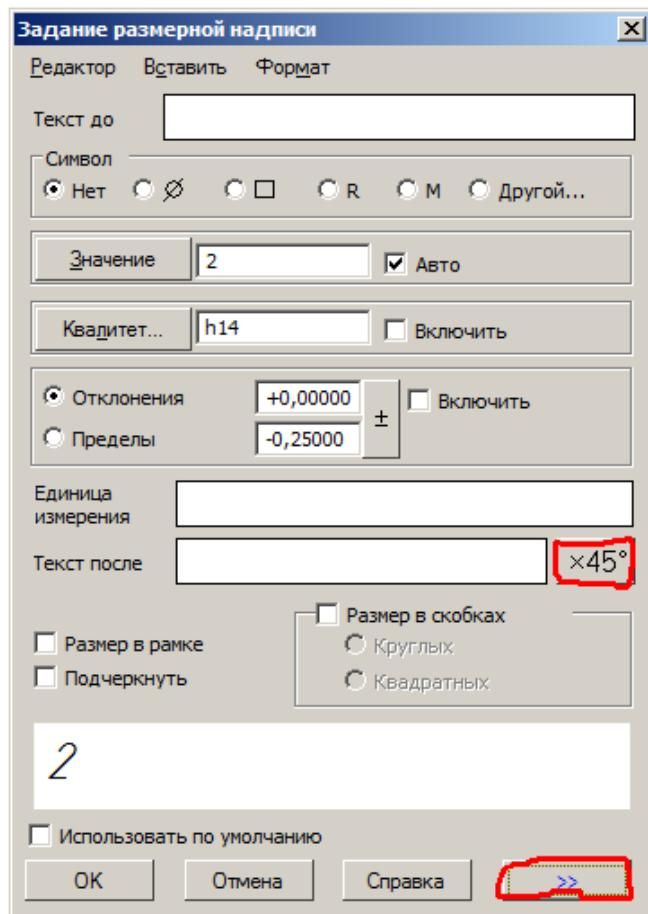

Рис. 30. Диалоговое окно задание размерной надписи
- щёлкните мышью в поле **Текст**. Откроется диалоговое окно **Задание размерной надписи** (рис. 30);